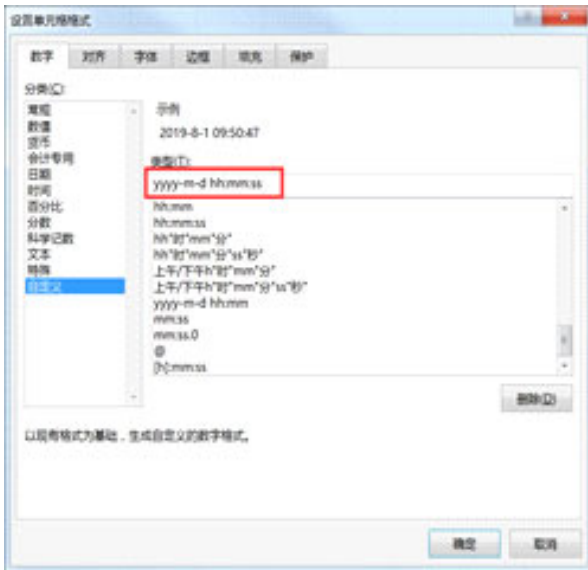

图6-1-5 自定义时间格式
1. 需要将时间字段TIME修改格式, 选中时间行列, 鼠标右击选择"设置单元格格式", 在打开的设置单元格格式窗口左侧选择"自定义", 在红色框中请输入: yyyy-m-d hh:mm:ss。如图6-1-5所示。